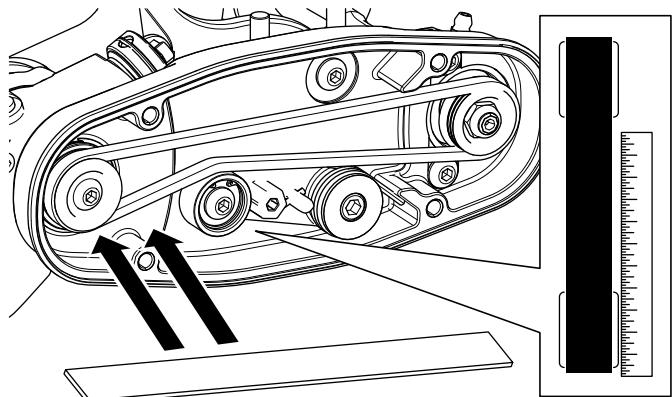

图 14
- 沿着驱动皮带轮的外面放置皮带对齐工具图 14。切勿把直尺穿过驱动皮带轮和从动皮带轮。